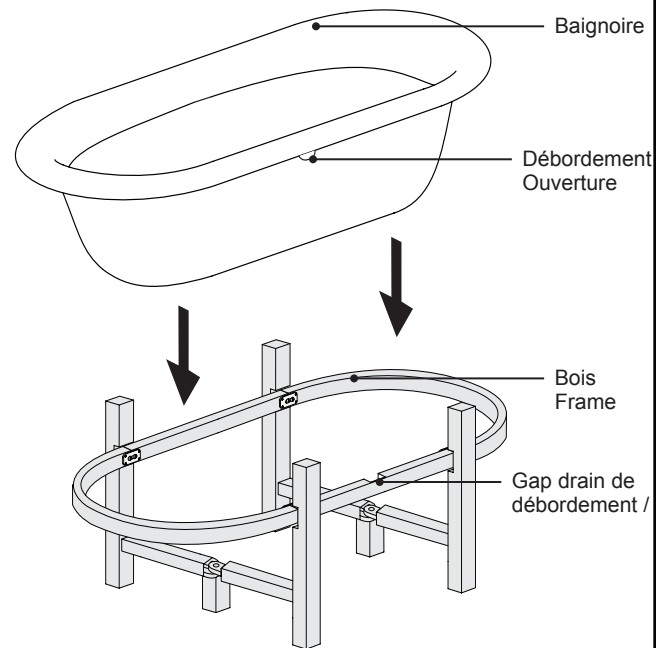
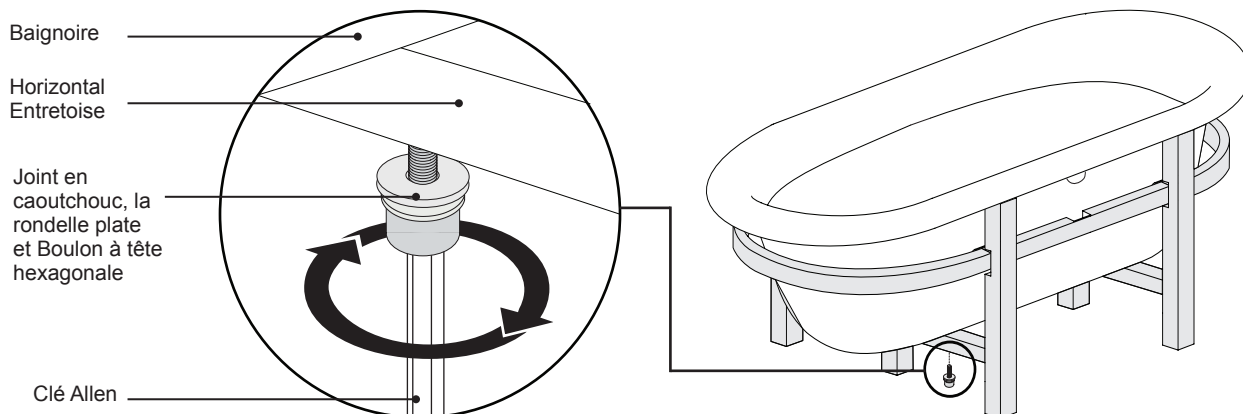

Figure 17. Baignoire de placement
Figure 18. Sécuriser la baignoire
- ⚠ Lorsque vous placez la baignoire à l'intérieur du cadre en bois, assurez-vous que l'ouverture de débordement est sur le même côté que le drain / écart de débordement qui se trouve sur le cadre en bois (Figure 17). Cet écart vous permettra de fixer le drain de débordement de montage.
- ❶ Abaisser la baignoire dans le cadre en bois.
- ❷ Aligner les trous de fixation des entretoises horizontales avec les trous de fixation sur la baignoire (Figure 18).
- ❸ Insérer et serrer un joint en caoutchouc (1), un (1) rondelle plate et un (1) boulon à tête hexagonale dans le point de fixation sur la baignoire (Figure 18 - Encadré). Utiliser une clé Allen (fournie) pour serrer le matériel.
- ❹ Répétez les étapes 2 et 3 pour les trois autres points de fixation.